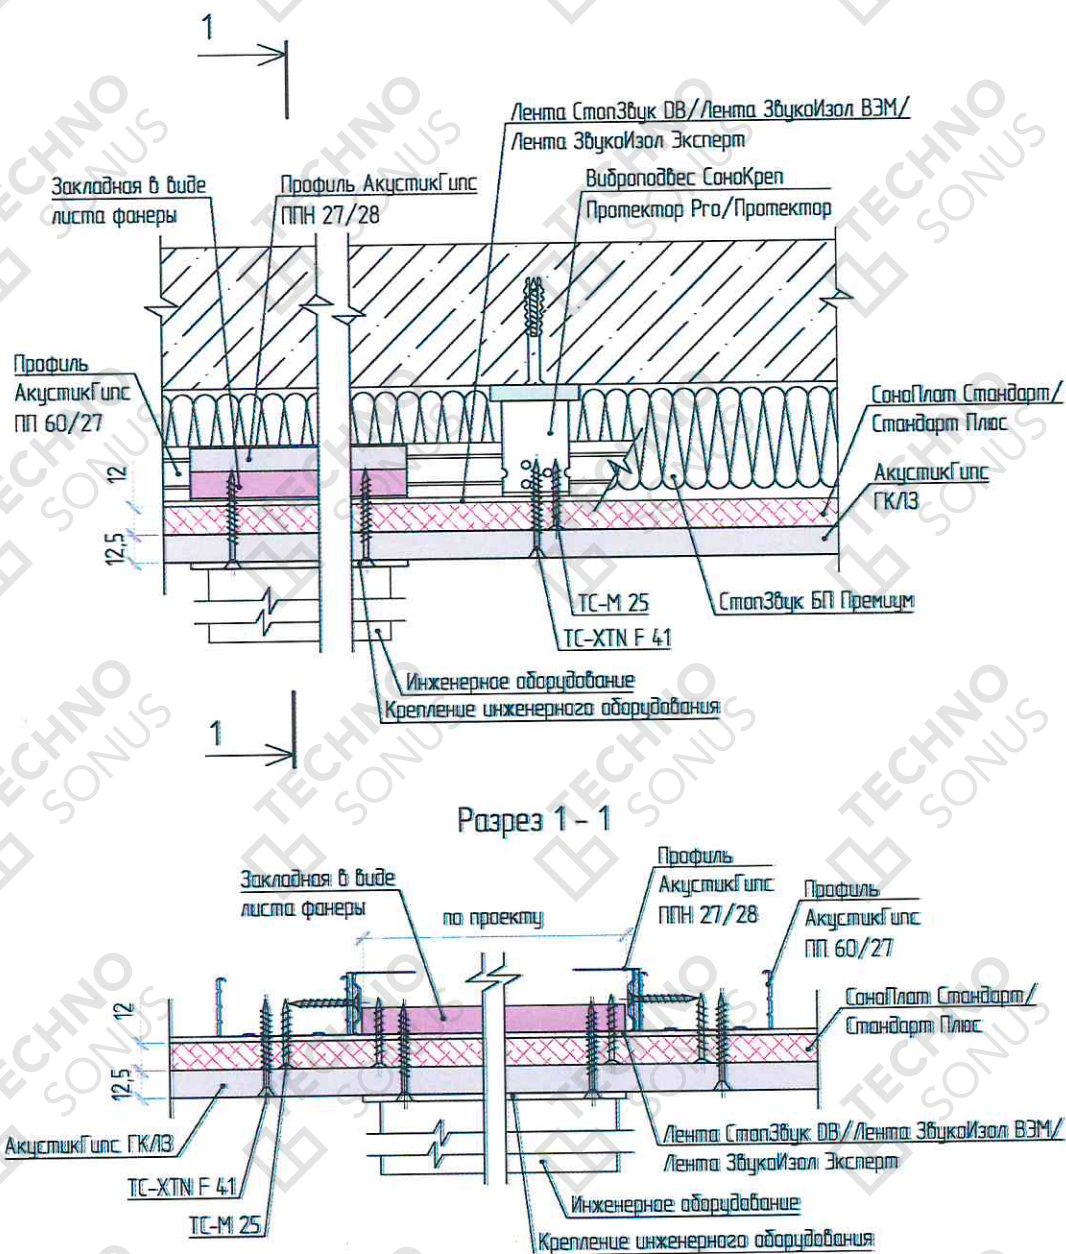

Рисунок 5 – Устройство усиления каркаса (закладные)
6.8. Установить закладные детали (рисунок 5) для крепления стационарного навесного оборудования, не превышающего установленные нагрузки на систему (см. пункт 7) и элементов